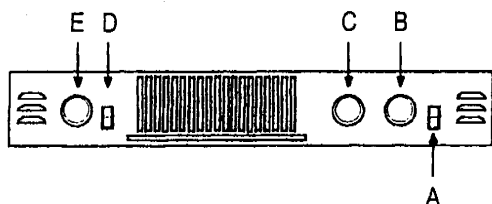

FIGURE 9
- Pour repérer les commandes, reportez-vous à la FIGURE 9.